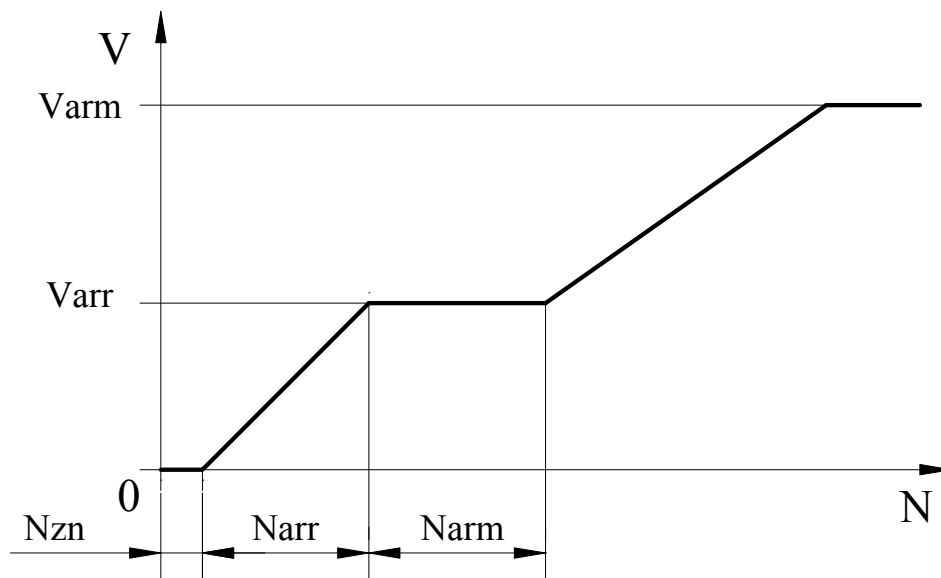

Рис.5. Скорости удержания в зависимости от модуля отклонения от точки удержания.
3.6.6.5. **Номер 4** – Varr (мм/сек) – малая скорость движения при удержании (арретировании) (**рис.5**).
3.6.6.6. **Номер 5** – Varm (мм/сек) – максимальная скорость движения при удержании (**рис.5**).
3.6.6.7. **Номер 6** – Narm (мм) – участок скорости движения при удержании, где  $V=Varr$  (**рис.5**).